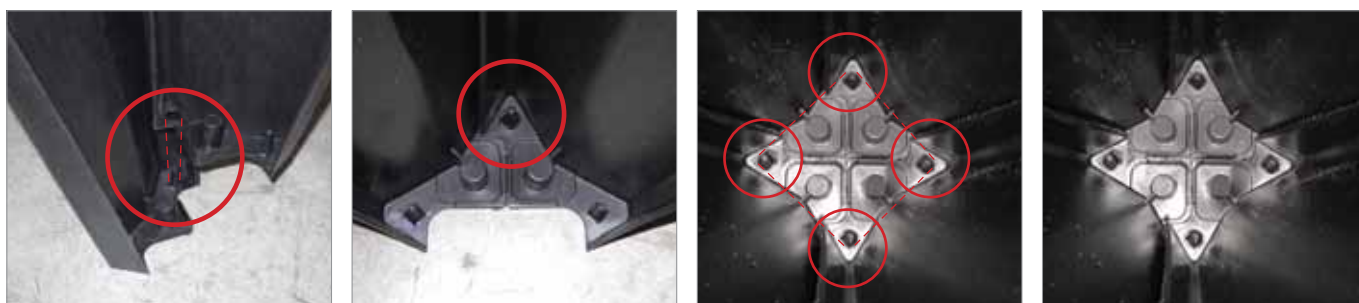

Fig. 3 - Particolare della fase di innesto del sistema maschio-femmina - Da notare la perfetta sigillatura del piede.
- 3** Nell'unire in sequenza i pezzi occorre fare attenzione ad incastrare perfettamente l'elemento d'aggancio "maschio-femmina" posto alla base dei piedini di appoggio (vedi sequenza fotografica - Fig. 3).